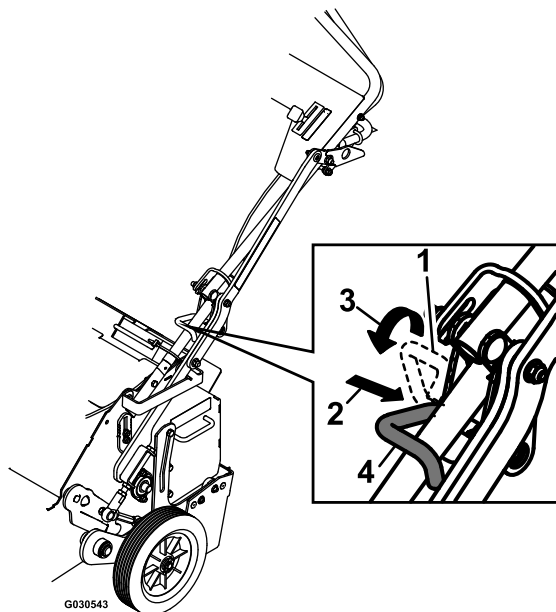

Рисунок 4
**Примечание:** Убедитесь, что транспортная защелка зафиксирована на рукоятке (Рисунок 4).
**Примечание:** Убедитесь, что при транспортировке машины транспортную защелку можно зафиксировать (см. раздел Рисунок 4).